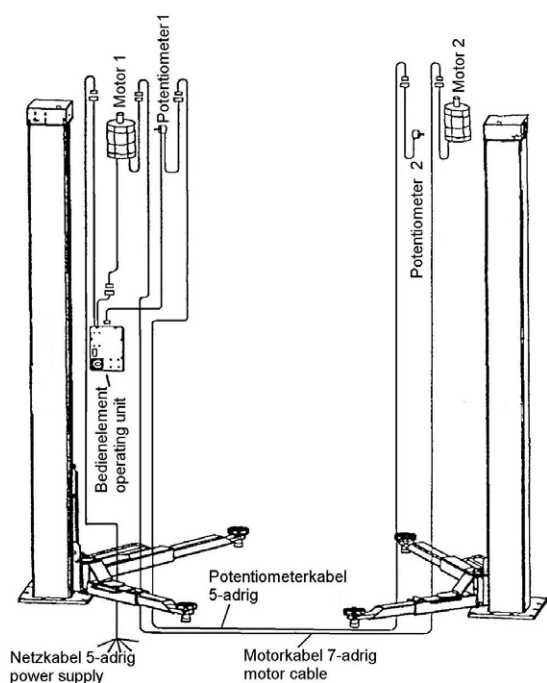

Figure 24 : Pose des câbles sans utilisation du tube montant et transversal
- Brancher les câbles conformément au dessin (Fig. 24).